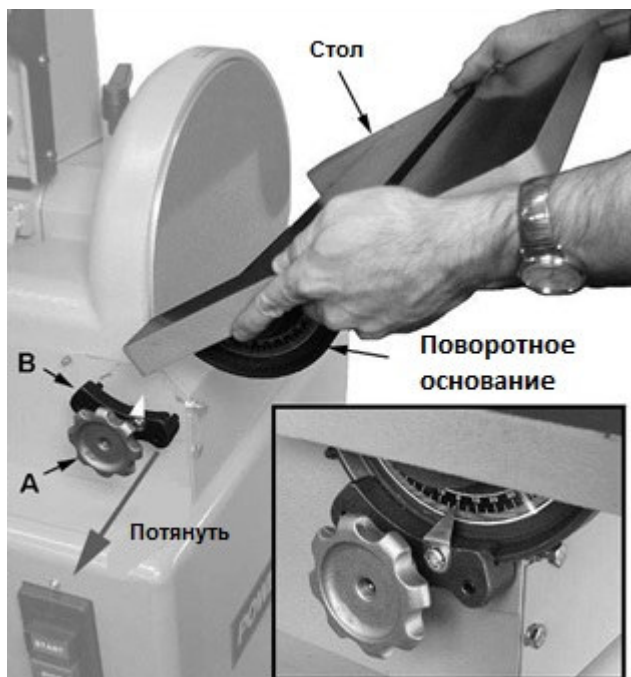

Рис. 11
См. Рис. 11:
2. Установите стол путем заведения поворотного основания стола в пазы держателей (см. Рис. 11). Будьте осторожны и не повредите угловой указатель, расположенный на левом держателе.